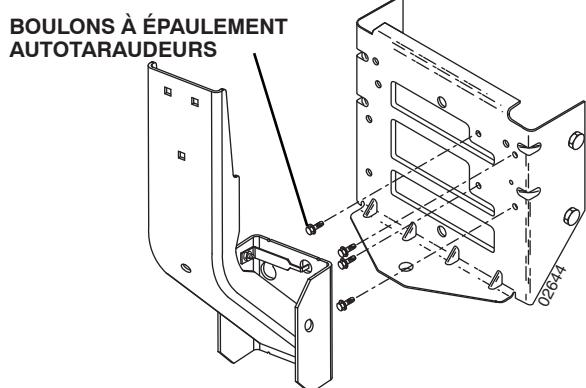

FIG. 1B
REMARQUE : Si la nouvelle barre d'attelage dispose déjà de quatre (4) boulons à épaulement, suspendre simplement le support de montage sur les boulons. Jeter les boulons à épaulement inclus et ne pas tenir compte de la Fig. 1B.
BOULONS À ÉPAULEMENT AUTOTARADEURS (voir Fig. 1B)